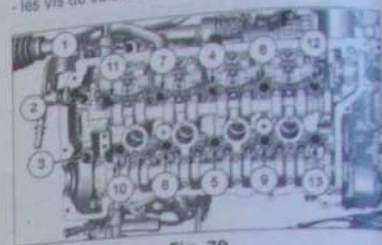

Fig. 79
- les vis de culasse de 1 à 3 (Fig.79),